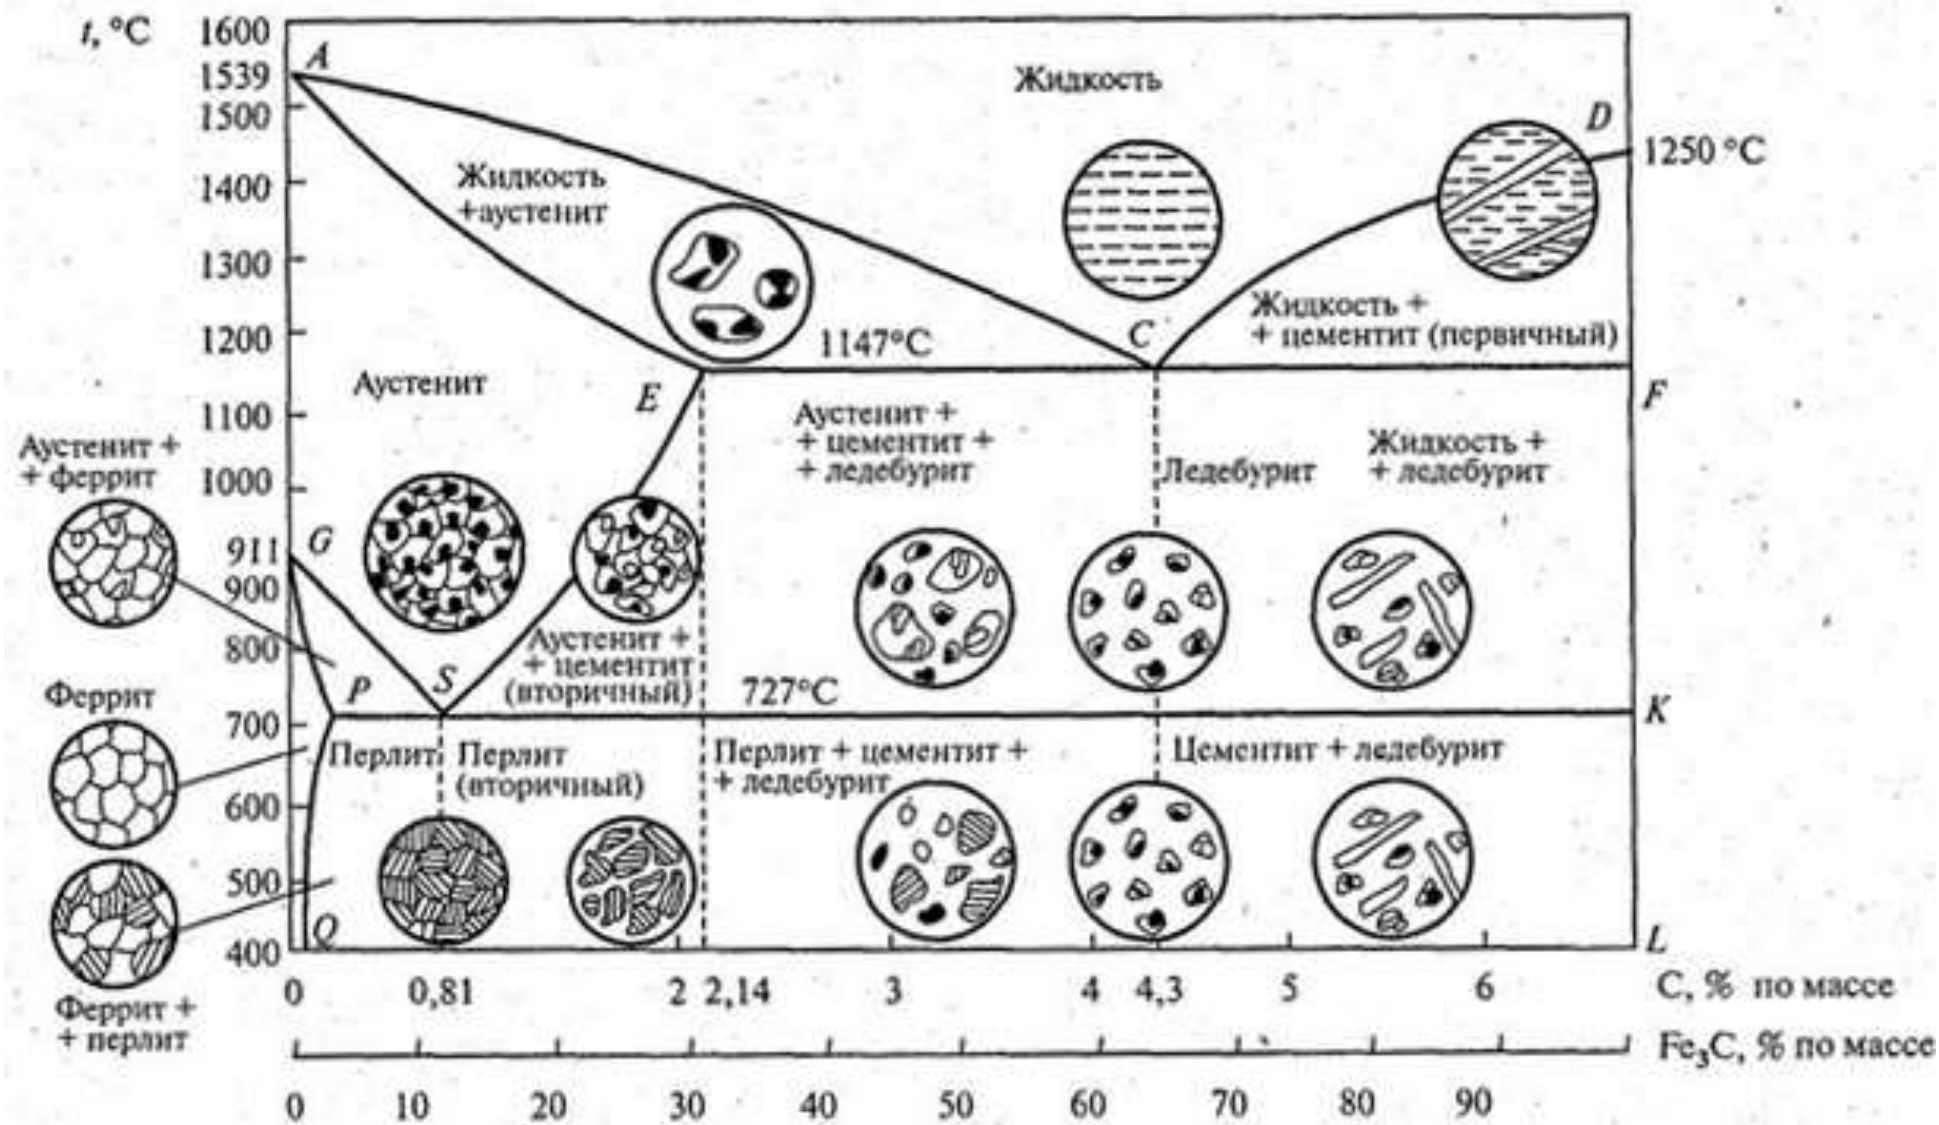

Рис. 5.3. Микроструктура сплавов
*При классификации железоуглеродистых сплавов по структуре* учитывают структуру в отожженном (равновесном) состоянии. Углеродистые стали разделяют на три класса - доэвтектоидные (имеющие перлитно-ферритную структуру), эвтектоидные (структура - перлит), заэвтектоидные (имеющие перлитно-цементитную структуру). Схема зарисовки внешнего вида фаз, присутствующих в железо-углеродистых сплавах, приведена на рис. 5.3.
Белыми называют чугуны, у которых весь углерод находится в связанном состоянии в виде цементита. Эти чугуны подразделяют на доэвтектические, эвтектические и заэвтектические. Структура белого доэвтектического чугуна состоит из ледебурита, перлита и вторичного цементита (рис. 5.3.).